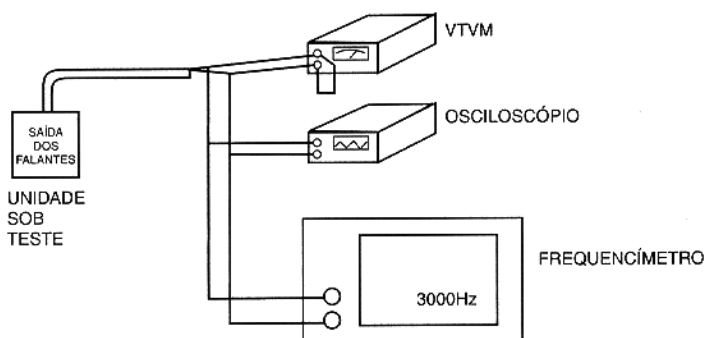

FIG. 6 AJUSTE DE AZIMUTE/VELOCIDADE
- 1.1) Conecte o V.T.V.M. e o osciloscópio às saídas para alto-falantes (FIG. 6).
Conecte o freqüencímetro às saídas para alto-falantes (FIG. 6).